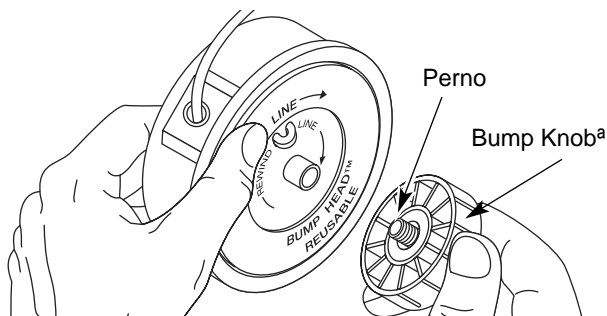

Fig. 12
1. Sostenga la bobina exterior con una mano y desenrosque la Bump Knob^a en sentido antihorario (Fig. 12). Inspeccione el perno de adentro de la perilla percusiva para verificar que se mueva con libertad.
1. Sostenga la bobina exterior con una mano y desenrosque la perilla percusiva en sentido antihorario (Fig. 12). Inspeccione el perno dentro del botón de tope para verificar que se mueva con libertad. Cambie el botón de tope si está dañado.